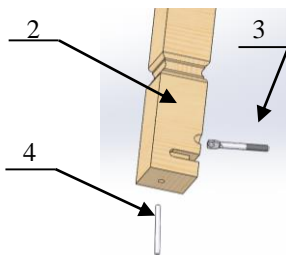

Рис.2.
- 3.1 В отверстие на кромке ноги (2) вставить шпильку (3) плоским концом с отверстием под штифт, а в отверстие в торце ноги вставить штифт (4) так, чтобы он попал в отверстие шпильки (3) – рис. 2